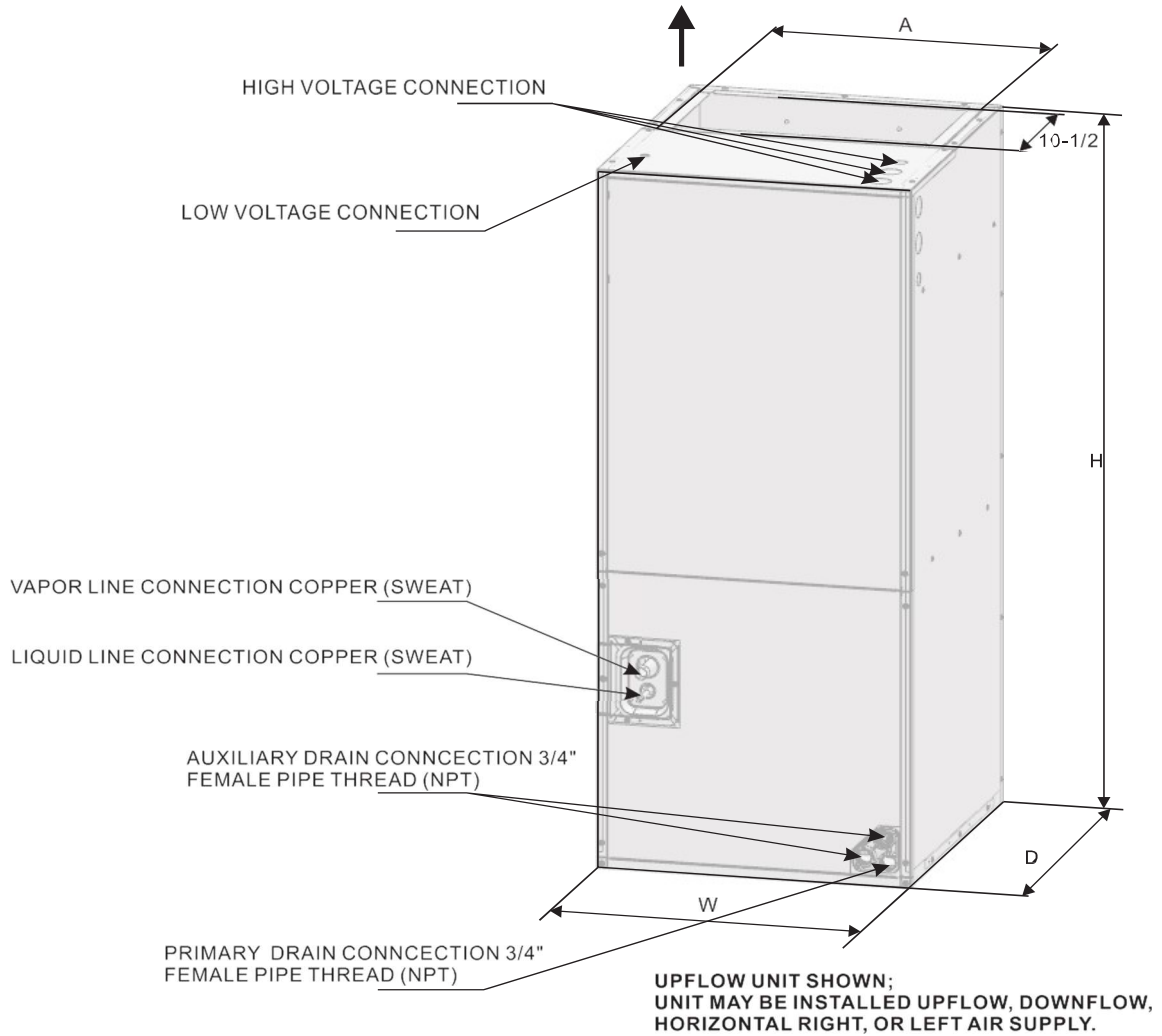

Рис.1 Габаритные размеры
Верхняя и боковая проводка питания и управления, доступные винтовые клеммы для подключения проводов управления - все это упрощает установку и минимизирует затраты на монтаж. Пожалуйста, свяжитесь с вашим местным дистрибьютором. См. рис. 1.
- 1) Конфигурация вертикального восходящего потока установлена на заводе-изготовителе для всех моделей (см. рис. 1).
Крутящий момент на дренажных соединениях не должен превышать 15 фунт-футов (см. рис. 1 и 2).